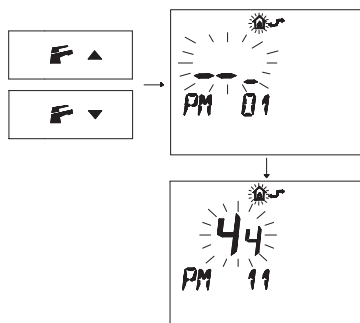

Figura 5.38
- Premere i pulsanti o per visualizzare la programmazione "PM11" della postcircolazione pompa (Figura 5.38).